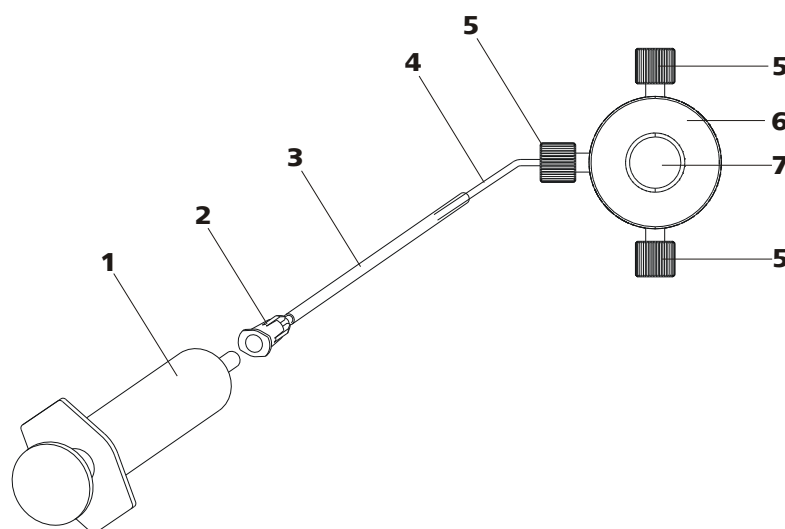

Abbildung 18 Hochdruckpumpe entlüften
Entlüften Sie die Hochdruckpumpe wie folgt (*siehe Abbildung 18, Seite 35*):
- Spritze (18-1) in den Luer-Anschluss (18-2) der Purge-Kanüle stecken (siehe Abbildung 18, Seite 35).